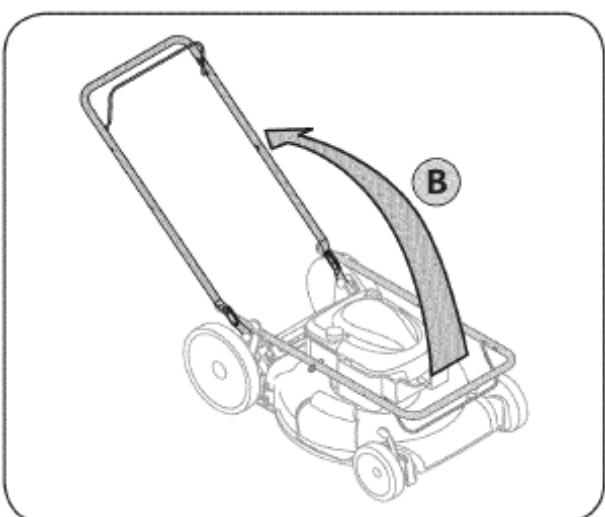

РИС. 2
- B. Обеспечив устойчивость газонокосилки, поверните верхнюю рукоятку, как показано на Рис. 2. Не перекручивайте трос.